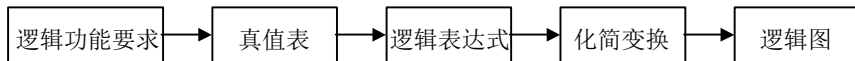

图 17.2 组合逻辑电路的设计步骤
4. 组合逻辑电路的设计，就是根据给定的功能要求，得到实现该功能的最简单的组合逻辑电路。设计组合逻辑电路的步骤如图 17.2 所示。